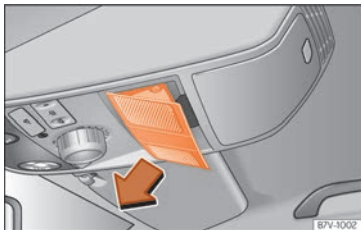

Abb. 17 Im Dachhimmel: Abdeckung entfernen.
- Abdeckung in Pfeilrichtung entfernen »» **Abb. 17**.